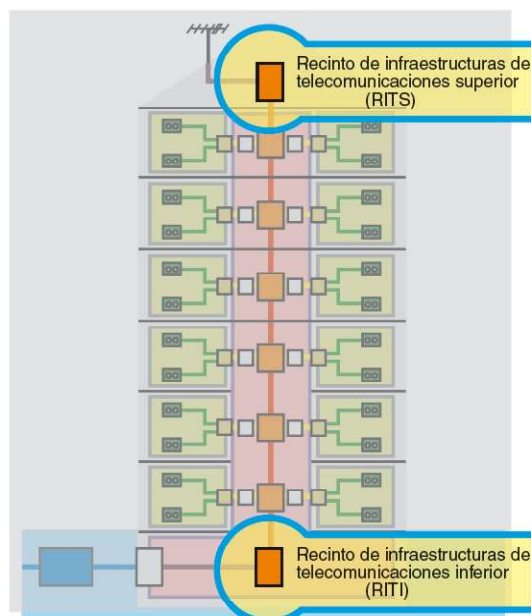

Fig. 1.10. Ubicación del RITS y el RITI.
- **Recinto de infraestructuras de telecomunicaciones superior (RITS):** se encuentra en la parte alta del edificio, junto a la red de enlace superior. Suele instalarse en el tejado o azotea del edificio y nunca por debajo de la planta más alta (Fig. 1.10).
- **Recinto de infraestructuras de telecomunicaciones inferior (RITI):** estará situado en la parte baja del edificio, preferentemente a ras de suelo, y contendrá los registros de los operadores de telefonía y televisión por cable, entre otros (Fig. 1.10). En el caso de que el RITI se sitúe por debajo de la rasante, se le dotará de un desagüe que impida la acumulación de agua.